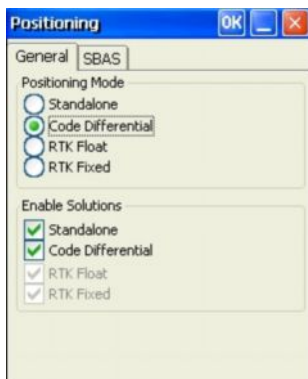

Рис. 3-16. Настройка ровера
12. Для настройки ровера нажмите значок Positioning, задайте следующие параметры и нажмите ОК (Рис. 3-16 на стр. 3-17).